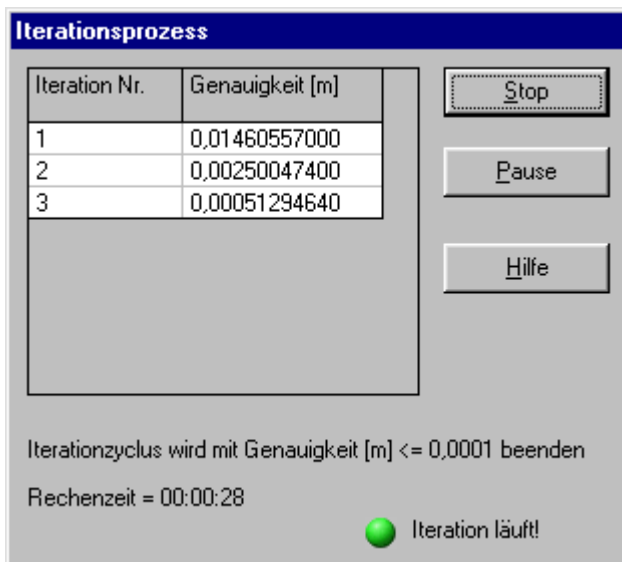
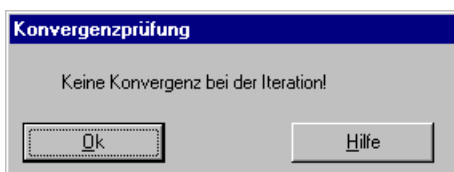

Bild 3-40 Listenfeld "Iterationsprozess"
Bild 3-41 Menü "Konvergenzprüfung"
Informationen über Konvergenz der Lösung während des Iterationsprozesses im Listenfeld "Iterationsprozess" (Bild 3-40) werden angezeigt.
Eine Genauigkeitszahl kontrolliert den Konvergenzprozess der Lösung. Die Lösung wird als konvergent betrachtet, wenn die Genauigkeitszahl vom Schritt  $i + 1$  weniger als die Genauigkeitszahl vom vorherigen Schritt  $i$  ist. Die maximale Differenz zwischen der Setzung des Bodens und der Verschiebung der Platte in [m] wird als eine Genauigkeitszahl betrachtet. Ein Menü erscheint während des Iterationsprozesses, wenn die Konvergenz nicht mehr konvergent sein kann (Bild 3-41),
- Klicken Sie auf "OK" im Menü "Konvergenzprüfung" im Bild 3-41, das Listenfeld "Iterationsprozess" im Bild 3-40 erscheint. Beachten Sie, dass die Schaltfläche "Pause" sich ändert zur Schaltfläche "Weiter"